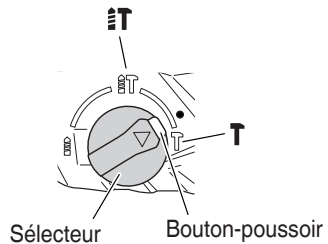

Fig. 13
- (1) Montez la pointe de broyage, le burin ou une autre mèche d'outil.
- (2) Appuyez sur le bouton presseur et positionnez le sélecteur au milieu des repères **IT** et **T**. (Fig. 13)